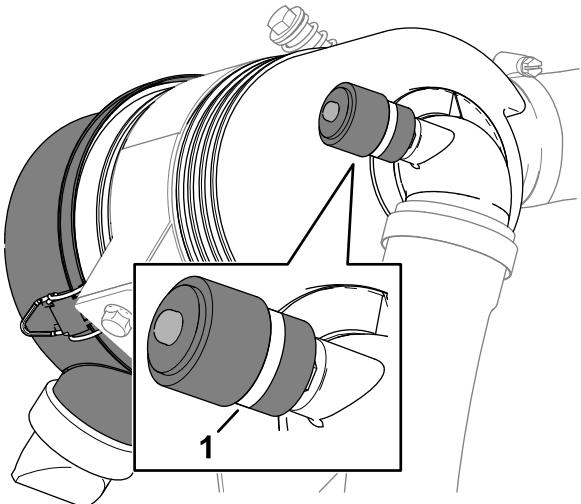

Bild 108
3. Überprüfen Sie die Wartungsanzeige am Ende des Luftfiltergehäuses (Bild 108).